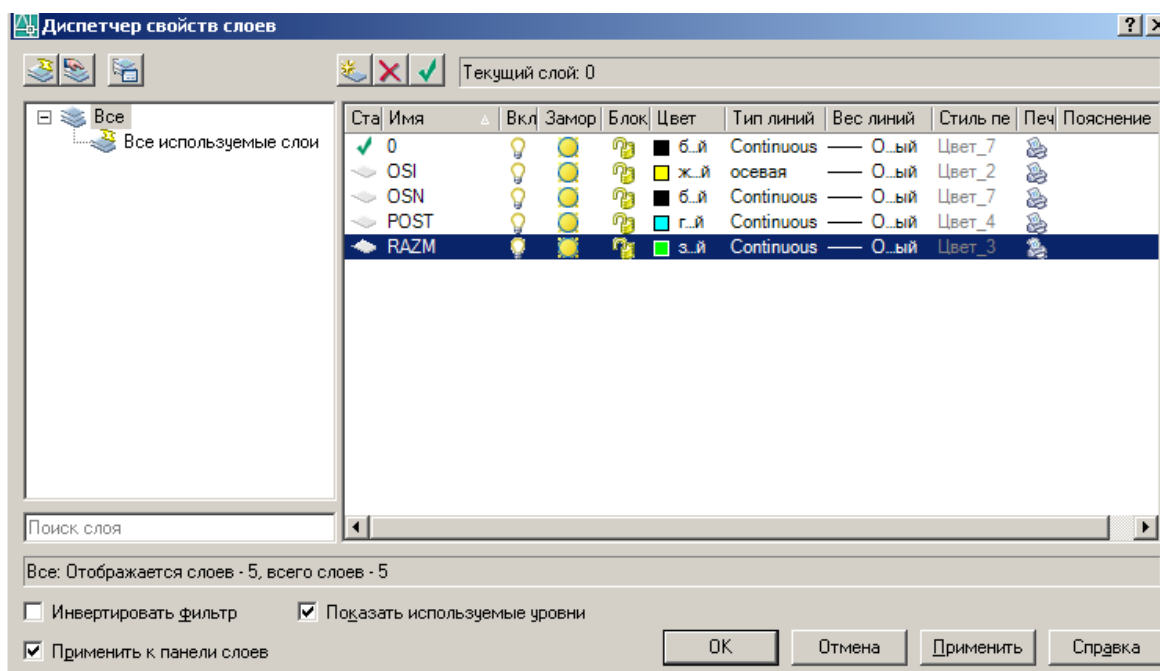

Рис. 2.3. Диалоговое окно Диспетчер свойств слоев
- Создайте необходимые слои для выполнения этой работы, см. рис. 2.3.